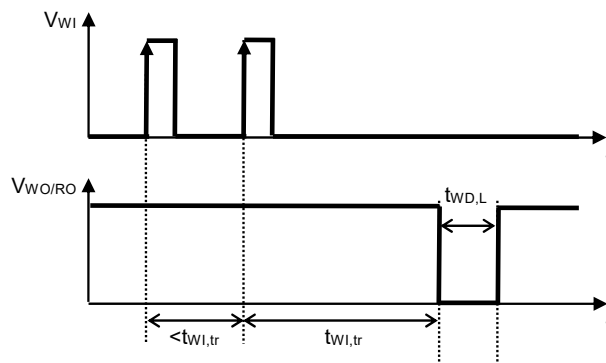

图8 看门狗触发时间
*1. 看门狗定时器进行超时检测后，WO / RO端子保持 "L" 的时间 (参阅图8)。此值可以通过 C_{DLY} 的电容值进行更改。
*2. 从看门狗定时器开始进行触发信号检测后，到检测出超时，并且WO / RO端子输出变化为 "L" 为止的时间 (参阅图8)。此值可以通过 C_{DLY} 的电容值进行更改。